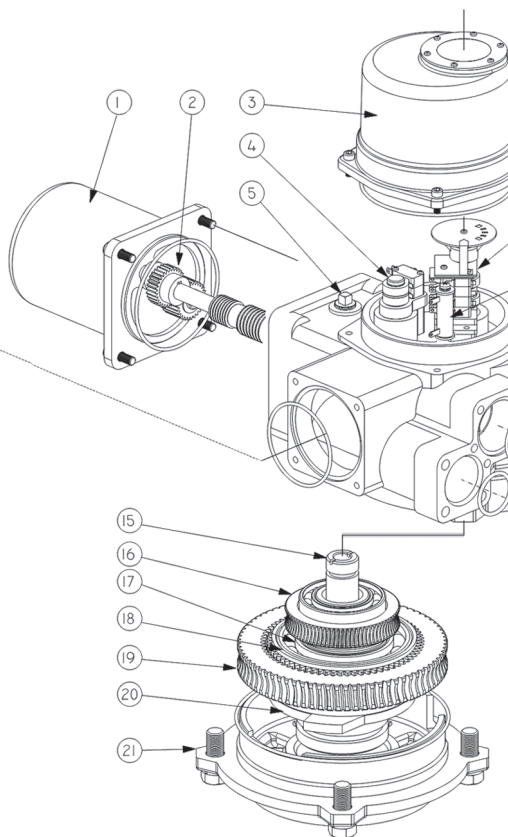
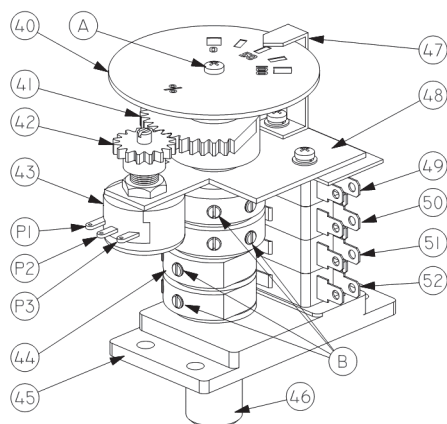
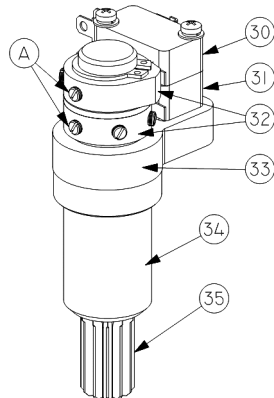

Рис.1 Электропривод ГЗ-ОФ
Рис. 2 Индикатор положения затвора арматуры
Рис.3 Двухсторонняя муфта ограничения крутящего момента
Электропривод состоит из следующих узлов и деталей (рис.1): электродвигателя (1); силового редуктора, в состав которого входит: червячный редуктор (11, 16), червячный редуктор маховика ручного дублера (13,19) и планетарная передача (18); двухсторонней муфты ограничения крутящего момента (моментной муфты) (4); ограничителя хода выходного вала (6); индикатора положения затвора арматуры (40, 47) (рис.2); выходного вала (15); механических упоров открытия и закрытия (9,10); клеммной колодки контактных соединений (23) и корпусных деталей.
Вращение электродвигателя (1) через прямозубую цилиндрическую шестерню (2) передается на червячный редуктор (11, 16), который соединен через планетарную передачу (18) с муфтой сцепления (20). Вращение муфты сцепления обеспечивает вращательное движение выходного вала (15). Выходной вал электропривода механически связан с индикатором положения затвора арматуры (40, 47) (рис.2) и ограничителем хода
Ограничитель хода выходного вала (6) механически связан с выходным валом (15). При достижении ограничителем хода выходного вала заданных параметров микровыключатели (49,50,51,52) (рис.2) отключают электропитание электродвигателя.
Индикатор положения затвора арматуры (40,47) (рис. 2) механически связан с валом ограничителя хода выходного вала. После надлежащей настройки указания индикатора соответствуют определенным положениям затвора арматуры независимо от режима работы электропривода – ручного или электрического.
При достижении предварительно установленной величины крутящего момента в положении ЗАКРЫТО или ОТКРЫТО, либо в случае аварийного заклинивания штока затвора арматуры в промежуточном положении, выходной вал (15) (рис.1) с червячным колесом (16) останавливается, а червяк (11), ввинчиваясь в венец червячного колеса (16), вследствие продолжающегося вращения ротора электродвигателя, начинает перемещаться в осевом направлении, сжимая тарельчатые пружины (12). Величина сжатия тарельчатых пружин определена настроенным крутящим моментом моментной муфты. Поступательное движение червяка (11) приводит к вращению вала моментной муфты (34) (рис.3). Кулачки (32), расположенные на валу моментной муфты, нажимают кнопки муфтовых микровыключателей (30, 31), размыкая цепь управления питанием электродвигателя электропривода.
2.6 МЕХАНИЧЕСКИЕ УПОРЫ (рис. 1)
Снять крышку корпуса клеммных колодок контактных соединений (22) (рис.1). Подключить электропривод согласно схеме (рис.3). Закрывать крышку корпуса клеммных колодок. При помощи маховика перевести затвор арматуры в среднее положение. Далее проверить направление движения затвора арматуры при работе от электродвигателя на открытие и закрытие: диск индикатора положения затвора арматуры (40) (рис. 2) должен вращаться в сторону закрытия (открытия). Пуск осуществлять
3. Для направлений открытия или закрытия: ослабьте винты (А) (рис. 3) и поверните кулачок (32), соответствующий нужному микровыключателю. Для муфтового микровыключателя открытия (30): поворачивая кулачок по часовой стрелке - усилие увеличивается. а для муфтового микровыключателя